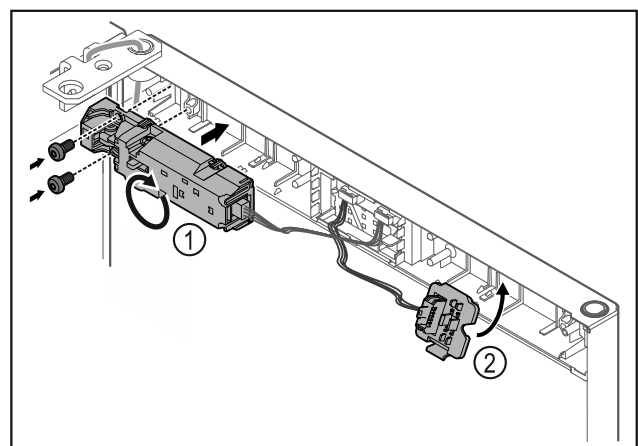

Fig. 18
- ▶ Fernschloss Fig. 18 (1) um 180° drehen und auf Gegenseite befestigen.
- ▶ Steckerhalterung Fig. 18 (2) auf Gegenseite einrasten.